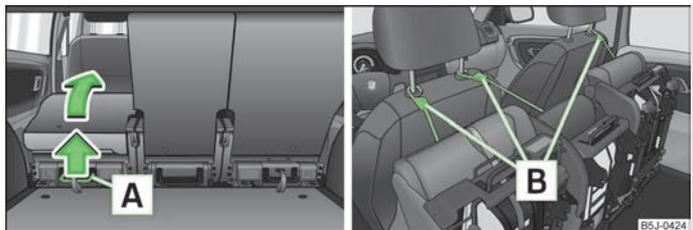

Fig. 38 Ripiegare in avanti completamente lo schienale/Bloccaggio del sedile ripiegato.
- Tirare verso l'alto la leva » fig. 38 e ripiegare completamente il sedile.
- Tirare verso l'alto la leva **1** » fig. 38 e ripiegare completamente il sedile.
- Con l'ausilio della cinghia di fissaggio **B** bloccare a un'asta di guida del poggiatesta del sedile anteriore il sedile ripiegato » fig. 38.